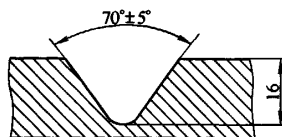

图 1 焊缝坡口形式
(1) 钻止裂孔 在距离裂纹末端 2~3mm 处钻一个 $\phi 6 \sim \phi 8\text{mm}$ 的止裂孔。
(2) 开坡口 采用机械方法, 在裂纹开裂部位用磨光机磨出坡口, 并打磨光滑, 开坡口时要排除裂纹, 坡口底部呈圆弧状, 坡口尺寸如图 1 所示。